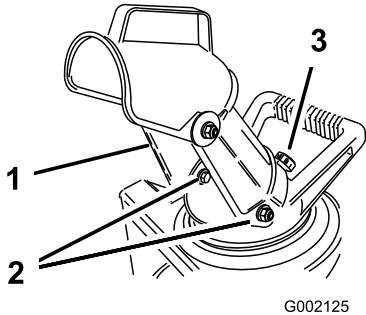

Figure 4
- Engagez les trous latéraux de l'éjecteur sur les extrémités des boulons de chaque côté de la poignée de l'éjecteur (Figure 4).